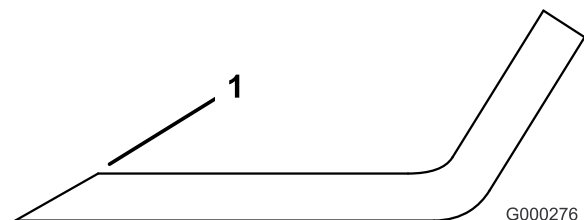

Bild 102
3. Untersuchen Sie die Schnittkanten aller Messer. Schärfen Sie alle stumpfen und ausgekerbten Schnittkanten. Schärfen Sie nur die Oberseite der Schnittkanten und behalten dabei den ursprünglichen Schnittwinkel bei, um die Schärfe des Messers zu gewährleisten (Bild 102). Das Schnittmesser behält seine Auswuchtung bei, wenn von beiden Schnittkanten die gleiche Materialmenge entfernt wird.